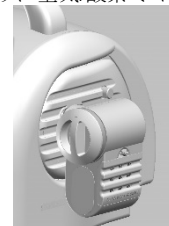

図 2
- 3) 図 2 のように空気/酸素ミキサが垂直となり、設定ノブが正面を向くまで時計回りに空気/酸素ミキサを回転させる。